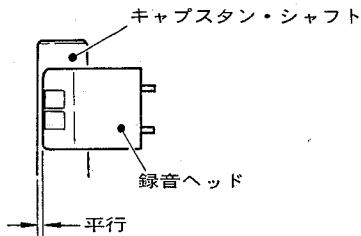

図15 録再ヘッドのあおり調整
- 録音ヘッドは、ヘッド前面とキャプスタン・シャフトとが平行になるよう調整。(図15)